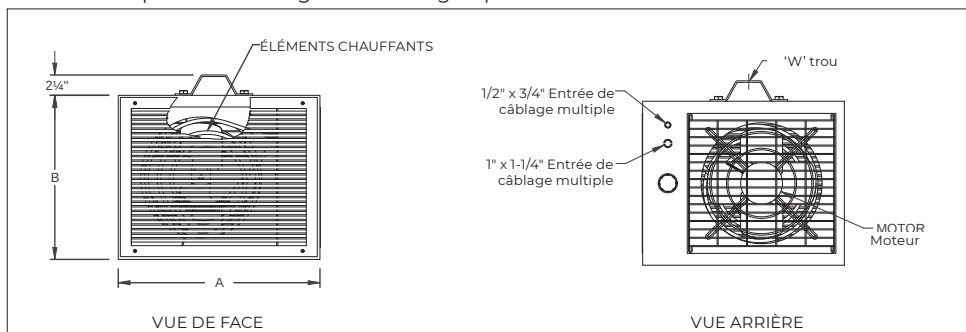
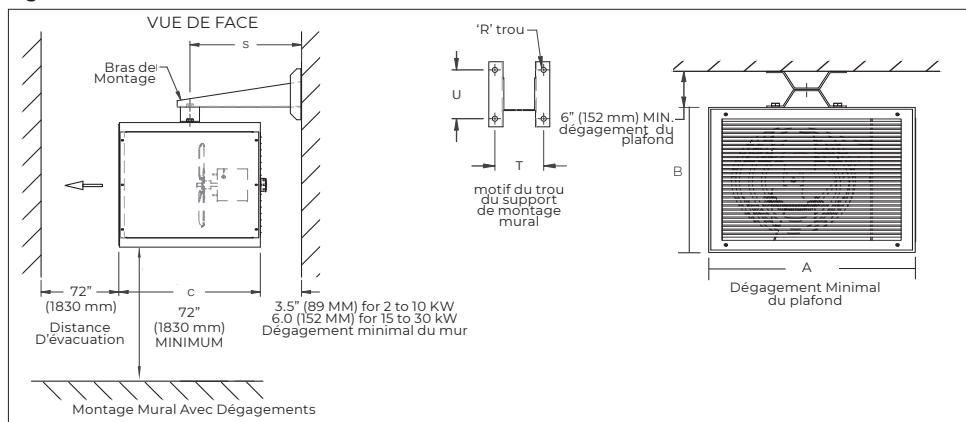

Figure 1
Figure 2 – Dégagement d'installation
1. S'assurer que rien n'obstrue l'entrée d'air ou l'évacuation de l'appareil de chauffage. Se reporter à la Figure 1 et à la Figure 2, à la page 20, pour connaître les dégagements minimaux.
AVERTISSEMENT. Installer l'appareil de chauffage en assurant un dégagement suffisant avec les murs et les plafonds, comme indiqué à la Figure 2, à la page 20. Monter de façon à ce que le dessous de l'appareil de chauffage soit à au moins 6 pi (1830 mm) au-dessus du plancher ou du niveau du sol.